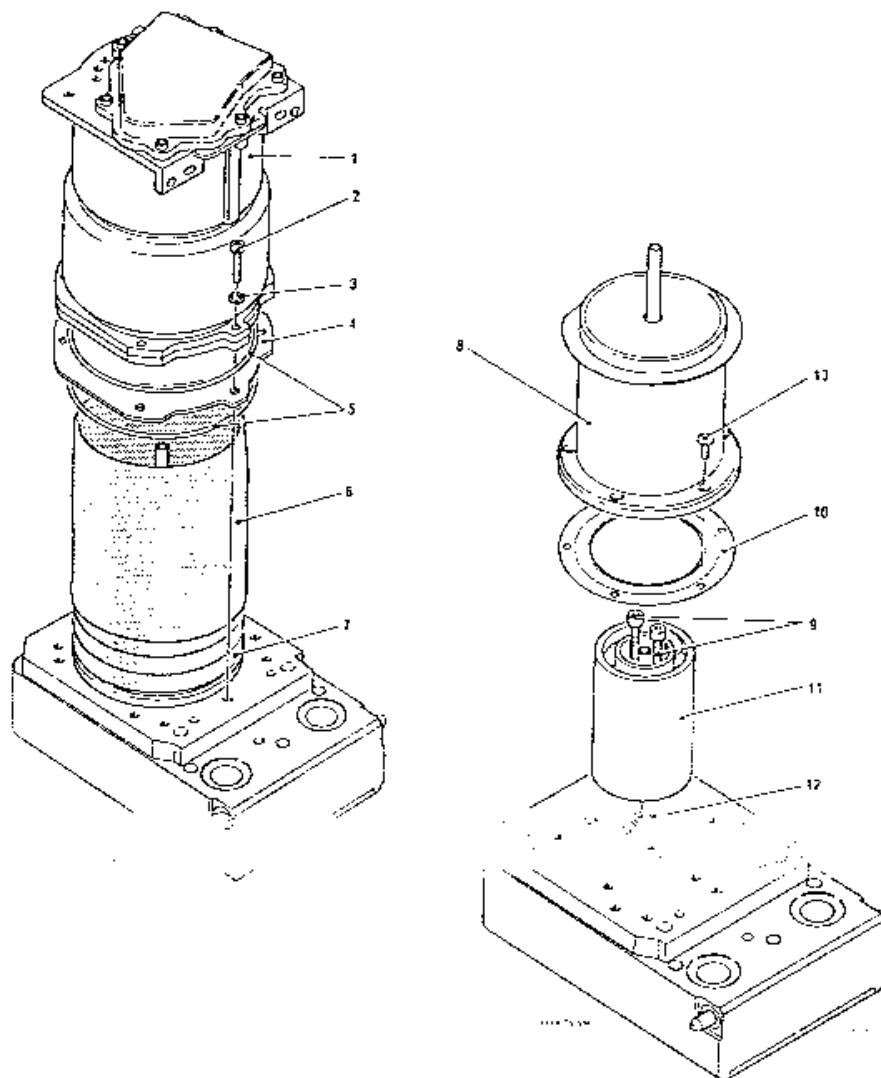

Fig. 10.12 Sump Assembly
10.14 Sump Assembly (Fig. 10.12)